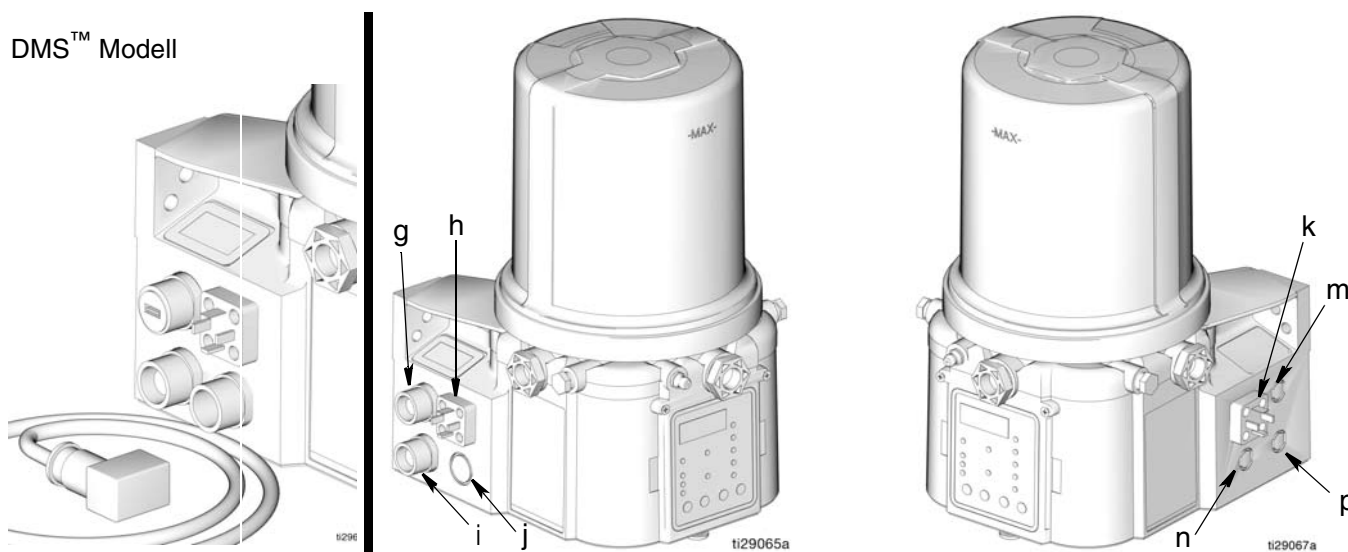

ABB. 1
**HINWEIS:** Die Codes **g - p** beziehen sich auf bestimmte Positionen an der G3-Pumpe. Eine Darstellung dieser Positionen finden Sie in **ABB. 1**.